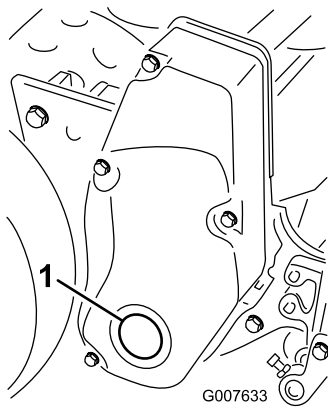

Figura 60
1. Retire el tapón de la cubierta derecha de la transmisión del molinete (Figura 60).